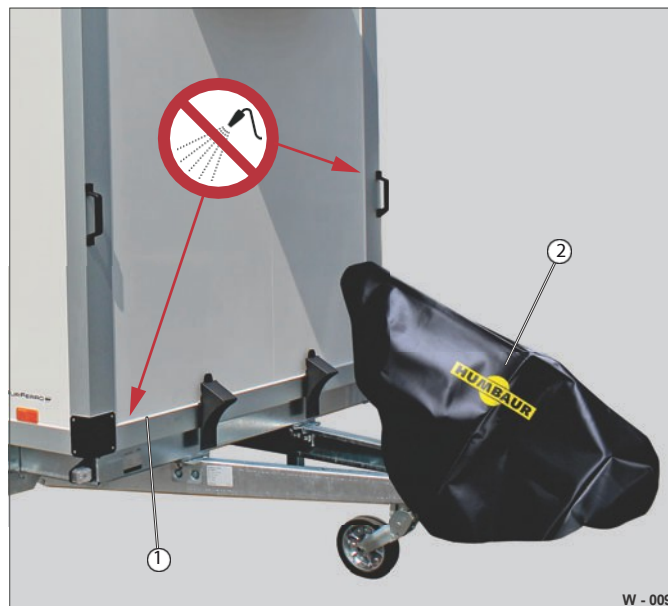

Fig. 18 Rengjøring av PurFerro sandwichpaneler
- Dekk til sikkerhetskomponentene på overløpsenheten, f.eks. med et deksel (fig. 18/2).